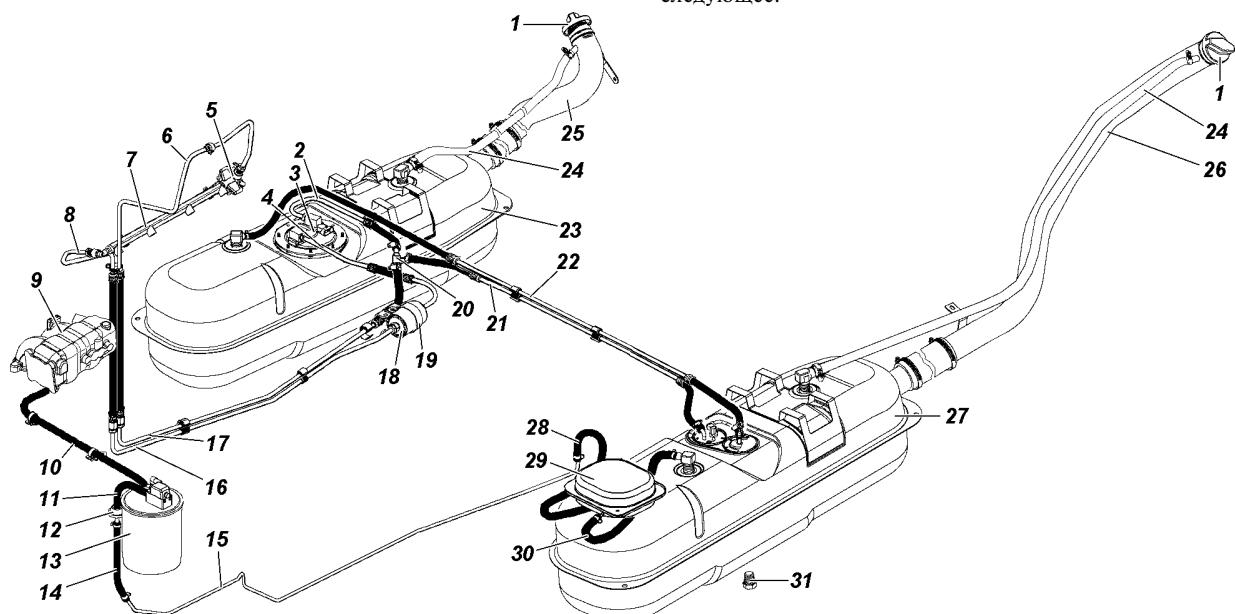

Рис. 4.18. Схема системы питания двигателя топливом и системы улавливания топливных испарений:
переключения топливных баков. Подача топлива осуществляется погружным электробензонасосом (погружным модулем) 3 (рис. 4.18), установленным в правом баке. Через фильтр 18 тонкой очистки топливо поступает в топливную рампу 7, относительное давление в которой поддерживается регулятором 5 давления на уровне 300 кПа. Повышенное давление топлива исключает появление пузырьков воздуха и паров бензина в топливопроводе, которые мешают нормальной работе форсунок. Форсунки, представляющие собой быстродействующие точные клапаны (нормально закрыты), открываются, впрыскивая топливо во впускную трубу двигателя.
**Топливные баки 23, 27 (см. рис. 4.18).** Обслуживание топливных баков заключается в периодической промывке или замене фильтра электробензонасоса (правый бак), промывке фильтра приемной трубы указателя уровня топлива (левый бак) и промывке самих баков.
5. Проверить сообщение левого топливного бака с атмосферой, сливная магистраль 16 (см. рис. 4.18) не должна быть пережата.
**Система улавливания топливных испарений** (см. рис. 4.18). В процессе эксплуатации автомобиля необходимо обращать внимание на:
*Фильтр 18* (см. рис. 4.18) тонкой очистки топлива 315195-1117010 выполнен в виде одноразового неразборного фильтр-патрона. Замену топливного фильтра производите через каждые 20000 км.